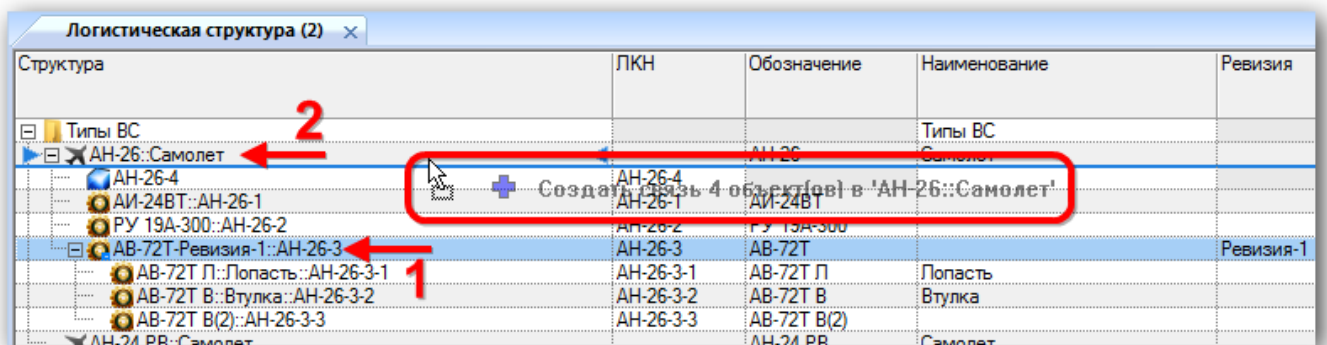

Рис. 10-54 – Переместить ревизию компонента в новое место ЛСИ
1) Переместить ревизию к нужному родительскому элементу (например, ревизию «Ревизия 1» компонента АВ-72Т на рис. 10-54). В качестве нового родительского элемента может быть использован прежний родительский элемент (в данном примере «АН-26»).